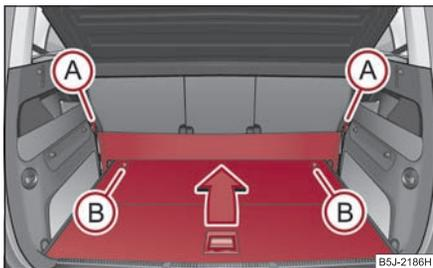

Abb. 82 Gepäckraum: variablen Ladeboden zusammenklappen
- Hängen Sie die Schlaufen **(A)** ⇒ Abb. 82 der elastischen Trennwand aus den Befestigungspunkten aus.
- Durch Drehen der Sicherungsbolzen **(B)** um ca. 180° nach links entriegeln Sie den Ladeboden ⇒ Abb. 82.
- Durch Drehen der Sicherungsbolzen **(B)** ⇒ Abb. 82 um ca. 180° nach rechts verriegeln Sie den Ladeboden.